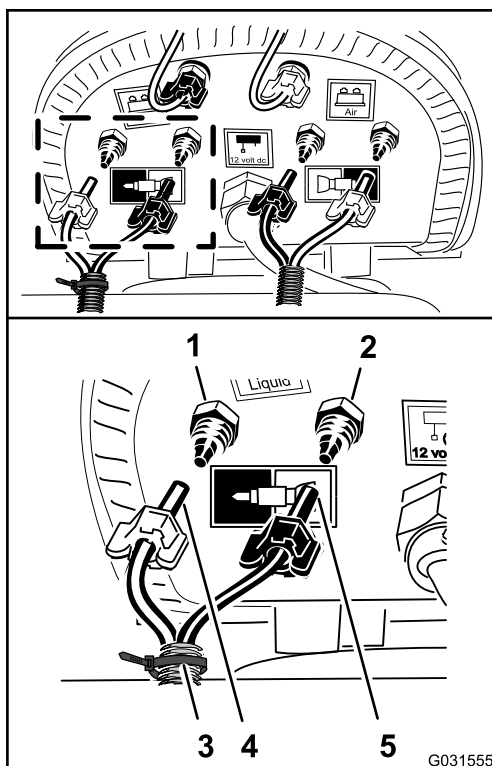

Figura 142
- Conecte usando la brida que preparó en el paso 9 de Preparación de los conjuntos de tubos nuevos para las boquillas del marcador de espuma \(página 20\), alineando el tubo azul del sección de fumigación derecha con el acoplamiento de compresión del circuito de agua de la sección de fumigación derecha (Figura 142).
- Ensamble la tuerca de compresión del tubo en el acoplamiento y apriete la tuerca a mano (**Figura 142**).
- Alinee el tubo transparente de la sección de fumigación derecha con el acoplamiento de compresión del circuito de aire de la sección de fumigación derecha (**Figura 142**).